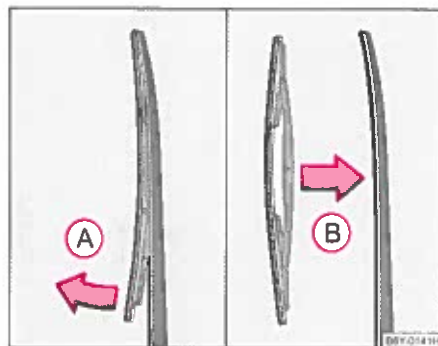

Fig. 44 Viskerblad til bagrude
- Sving viskerarmen ud ⇒ fig. 44.